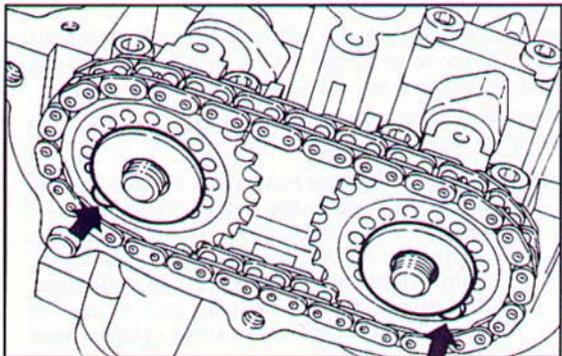

Fig. 169 ▲
- togliere gli spessori sottostanti e i pioli di centraggio (freccette) dei pignoni (Fig. 169);
- remove the shims underneath and the centring pins (arrows) of the pinions (Fig. 169);